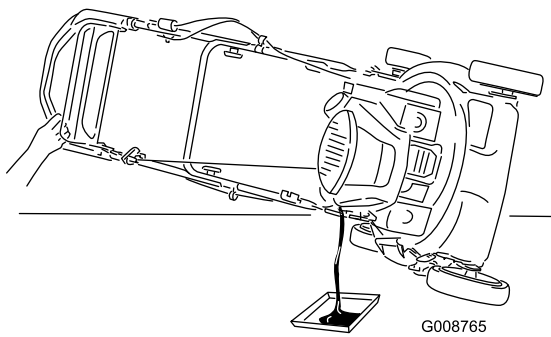

Рисунок 42
3. Переверните газонокосилку на одну сторону таким образом, чтобы воздушный фильтр был направлен вверх, для слива отработанного масла через маслозаливную горловину (Рисунок 42).